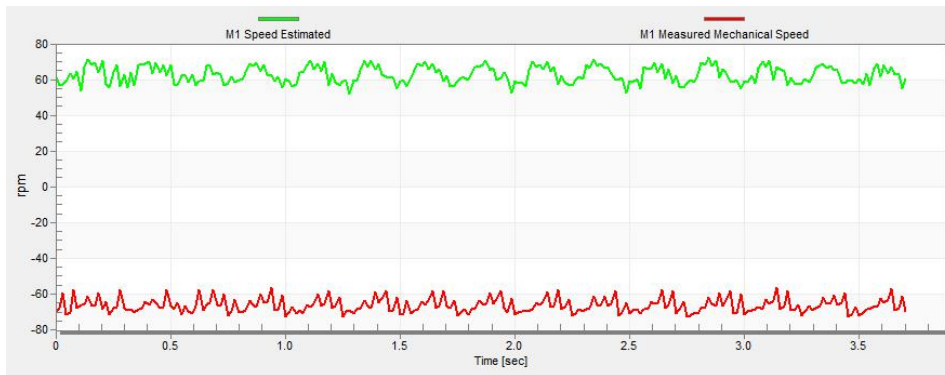

图22.编码器方向 - 方向错误
- 环路带宽（400 Hz）是最佳的，并且 I_d 电流的响应时间足够（参见图22）。